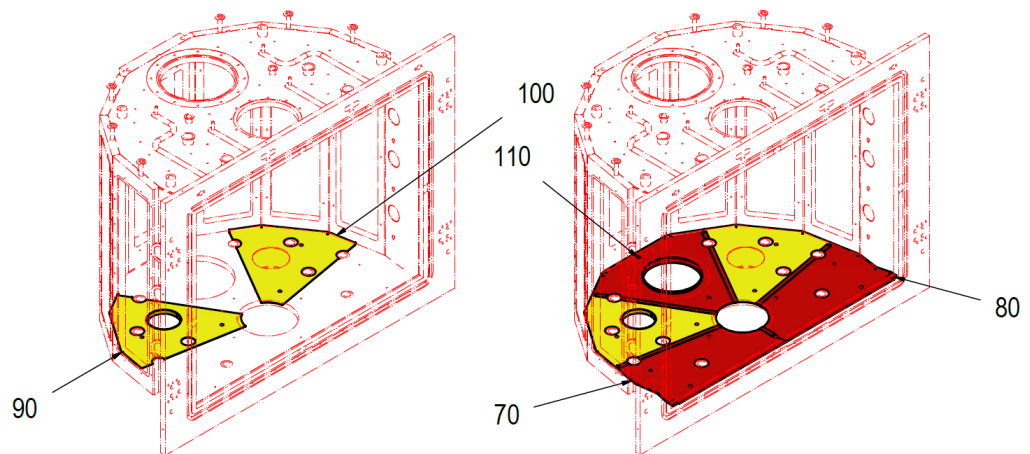

Abb. 7-13
- 5** Entfernen Sie die unteren Schutzbleche. Siehe Abb. 7-13, 192.
15 Montieren Sie die unteren Schutzbleche. Siehe Abb. 7-13,  192.